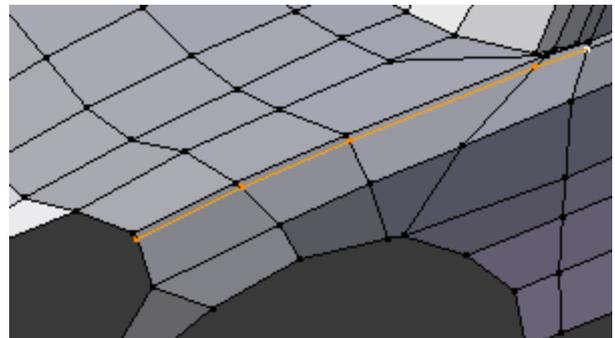

Figura 4.83
12. Seleccione os 5 primeiros vértices do contorno e faça deslizar o conjunto de arestas seleccionadas em direcção ao centro do modelo, **[Ctrl]+[E]** > **Edge Slide**, figura 4.83.